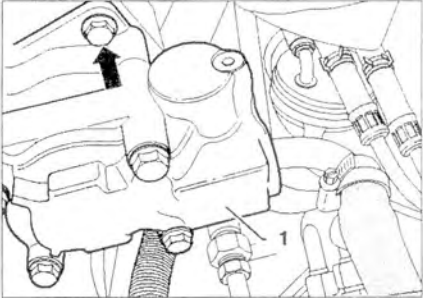

Рис. 7.26. Открутите два болта (стрелка) и снимите гидравлический насос 1.
10. Открутите два болта (стрелка) и снимите гидравлический насос 1 (рис. 7.26).